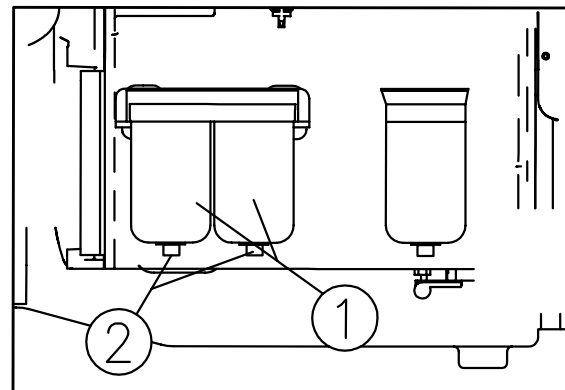

Fig.5-23
5.45 OPERACIJA 22 Filter goriva Fig.5-23
Pratite sledeće korake (Fig.5-23)